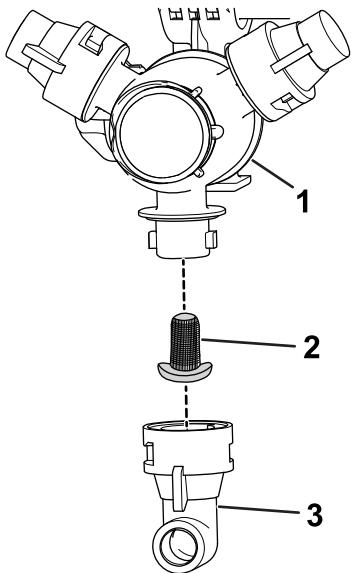

Figura 107
2. Rimuovete l'ugello dalla torretta di irrigazione (Figura 107).
3. Rimuovete il filtro dell'ugello usato (Figura 107).
4. Montate il nuovo filtro dell'ugello (Figura 107).
5. Montate l'ugello sulla torretta di irrigazione (Figura 107).